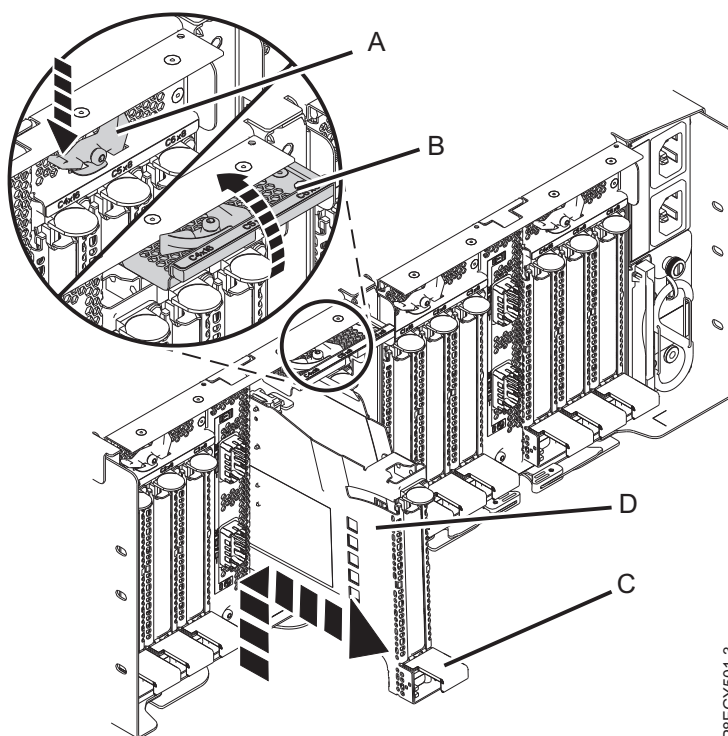

Figura 49. Extracción de una casete del adaptador PCIe del cajón de expansión PCIe3
- a. Presione la palanca del mecanismo de cierre (A) de la ranura de destino, como se muestra en la Figura 49. Esta acción hará girar la puerta del mecanismo de cierre hacia arriba hasta la posición de abierto. Vea (B) en la Figura 49.
- b. Levante el asa de la casete (C) y tire de la casete (D) para sacarla de la ranura, como se muestra en la Figura 49.